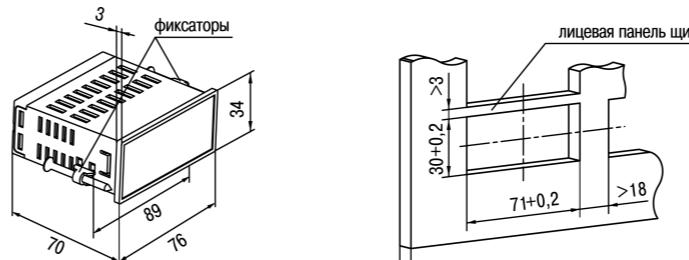

Рисунок 2 – Габаритные размеры корпуса ЩЗ
- Подготовить на щите управления монтажный вырез для установки прибора (см. рисунок 2).